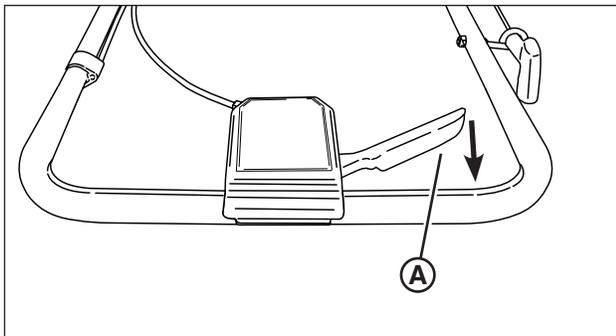

Figure 7: Faire avancer la tondeuse
2. Commencer à serrer la commande d'entraînement (**A, Figure 7**) vers l'arrière et en direction de la poignée pour embrayer l'entraînement de roue et propulser la tondeuse en avant. La vitesse en marche avant peut être augmentée en serrant davantage vers l'arrière et en direction de la poignée la commande d'entraînement.